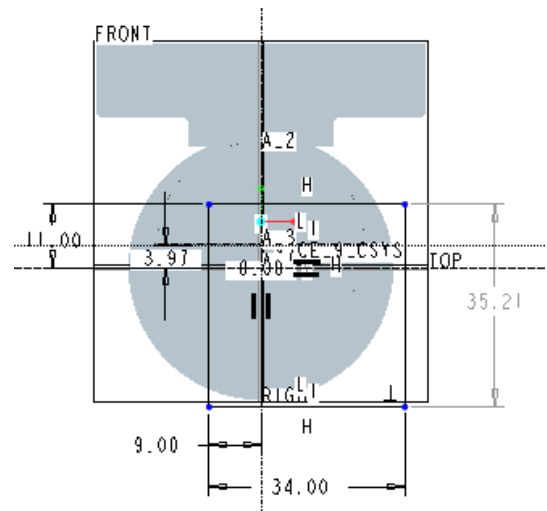

図 6-47 削除部分の範囲指定
- 「四角形」 を用いて図 6-47 に示すように、削除する領域を選択する。薄く表示されている部分の寸法は、自動的に付けられる仮寸法である。